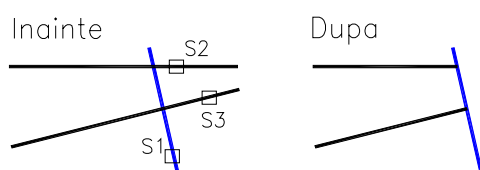

Fig. U6.9
1. Retezarea capetelor a două linii orizontale (Fig. U6.9).